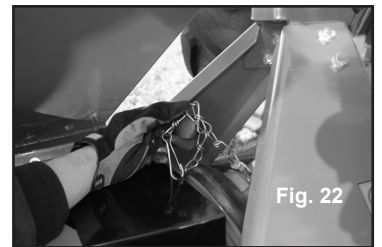

Fig. 22
6. Fije la cadena de sujeción al eje de transmisión TDF (Fig. 22) de tal manera que se asegure un rango giratorio suficiente en todas las condiciones de operación.